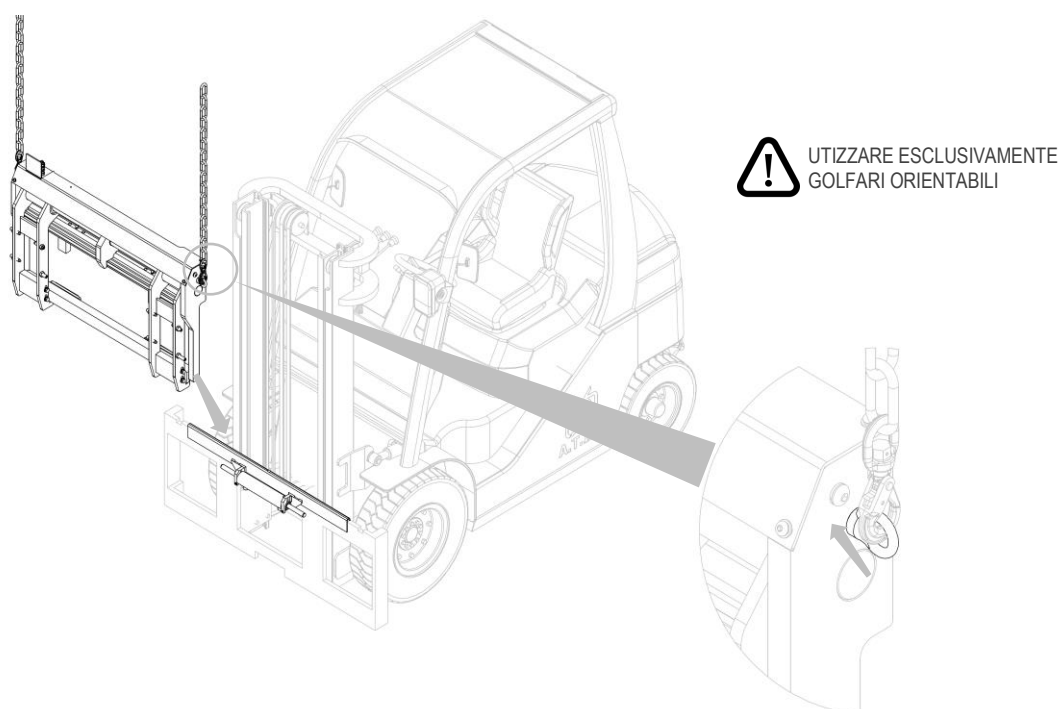

Figura 5
6. Per la movimentazione devono essere usati esclusivamente golfari orientabili, i quali vanno avvitati negli appositi fori laterali (vedi dettaglio *Figura 5*).
7. Agganciare quindi l'attrezzatura dai golfari e con un carroponete o un paranco di portata sufficiente posizionarla sul doppio gancio, avendo cura di posizionarla in modo corretto (vedi *Figura 5*).